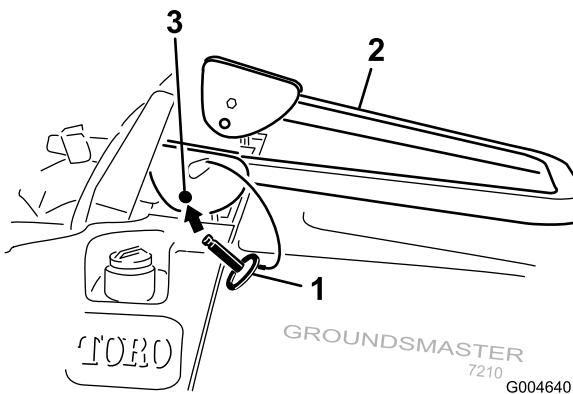

Figura 11
- Baje la barra anti-vuelco (Figura 11).